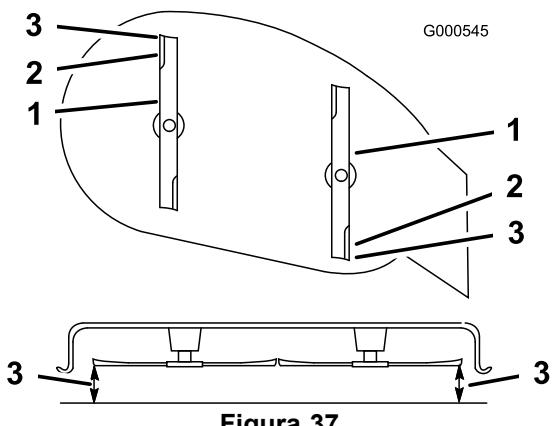

Figura 37
6. Mida entre la parte superior de la cuchilla delantera y la superficie plana y entre la punta de la cuchilla trasera y la superficie plana (Figura 37). Si la punta de la cuchilla delantera no está entre 0 a 6 mm más baja que la punta de la cuchilla trasera, ajuste la contratuerca delantera.
**Nota:** Siga ajustando la tuerca hasta que la punta de la cuchilla más avanzada esté de 0 a 6 mm más baja que la punta de la cuchilla más atrasada (Figura 37).